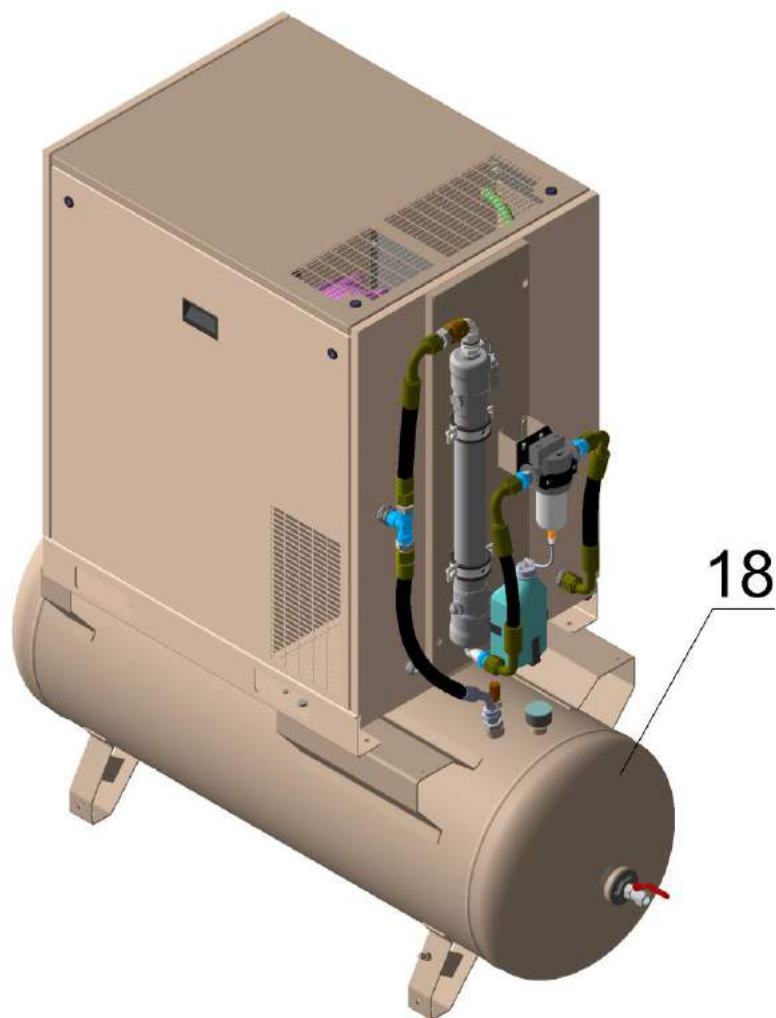

Рисунок 2 – Общий вид компрессорных установок КС7-8-1-270М(-1М), КС10-8-270М(-1М)
- 18 – Ресивер воздушный** (рис. 2) предназначен для сбора сжатого воздуха, устранения пульсации давления и предварительного отделения конденсата. Ресивер одновременно является корпусом, на котором смонтированы агрегаты компрессорной установки.